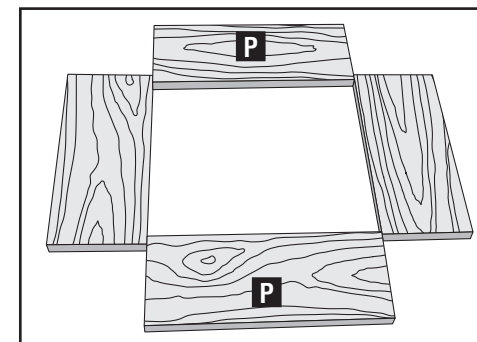

Fig. 20
PASO 4: Nivele las tablas con espiga (parte delantera y trasera de la gaveta) con una "P" (Fig. 20)